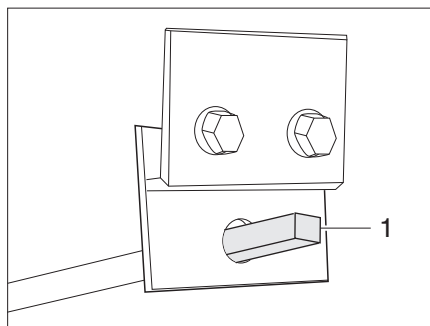

Fig. 96 Utilizzo del rubinetto di scolo delle acque grigie
- Inserire la chiave sul perno quadro (Fig. 96,1).